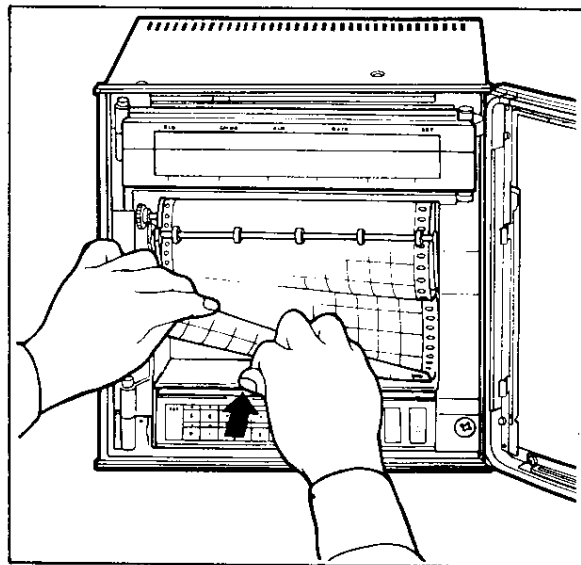

図 5.10
- (3) 記録紙をつまんでもちあげ、他方の手で電池ホルダ収納部のフタを開けます(図5.10)。